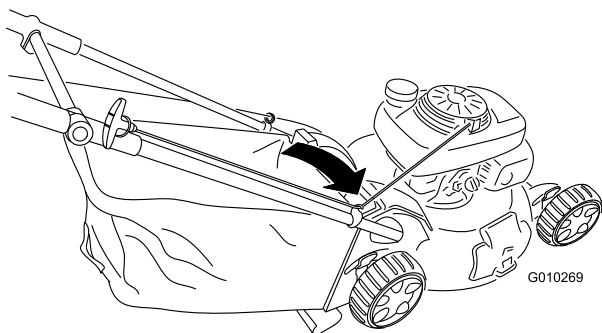

Figura 28
1. Avvolgete il cavo di avviamento attorno al guidacavo inferiore (Figura 28).